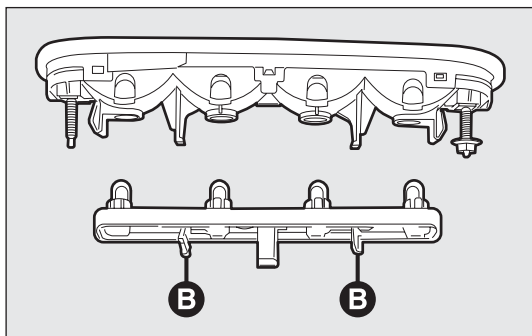

fig. 202
- extraire la douille en exerçant une pression sur les ailettes B-fig. 202 ;